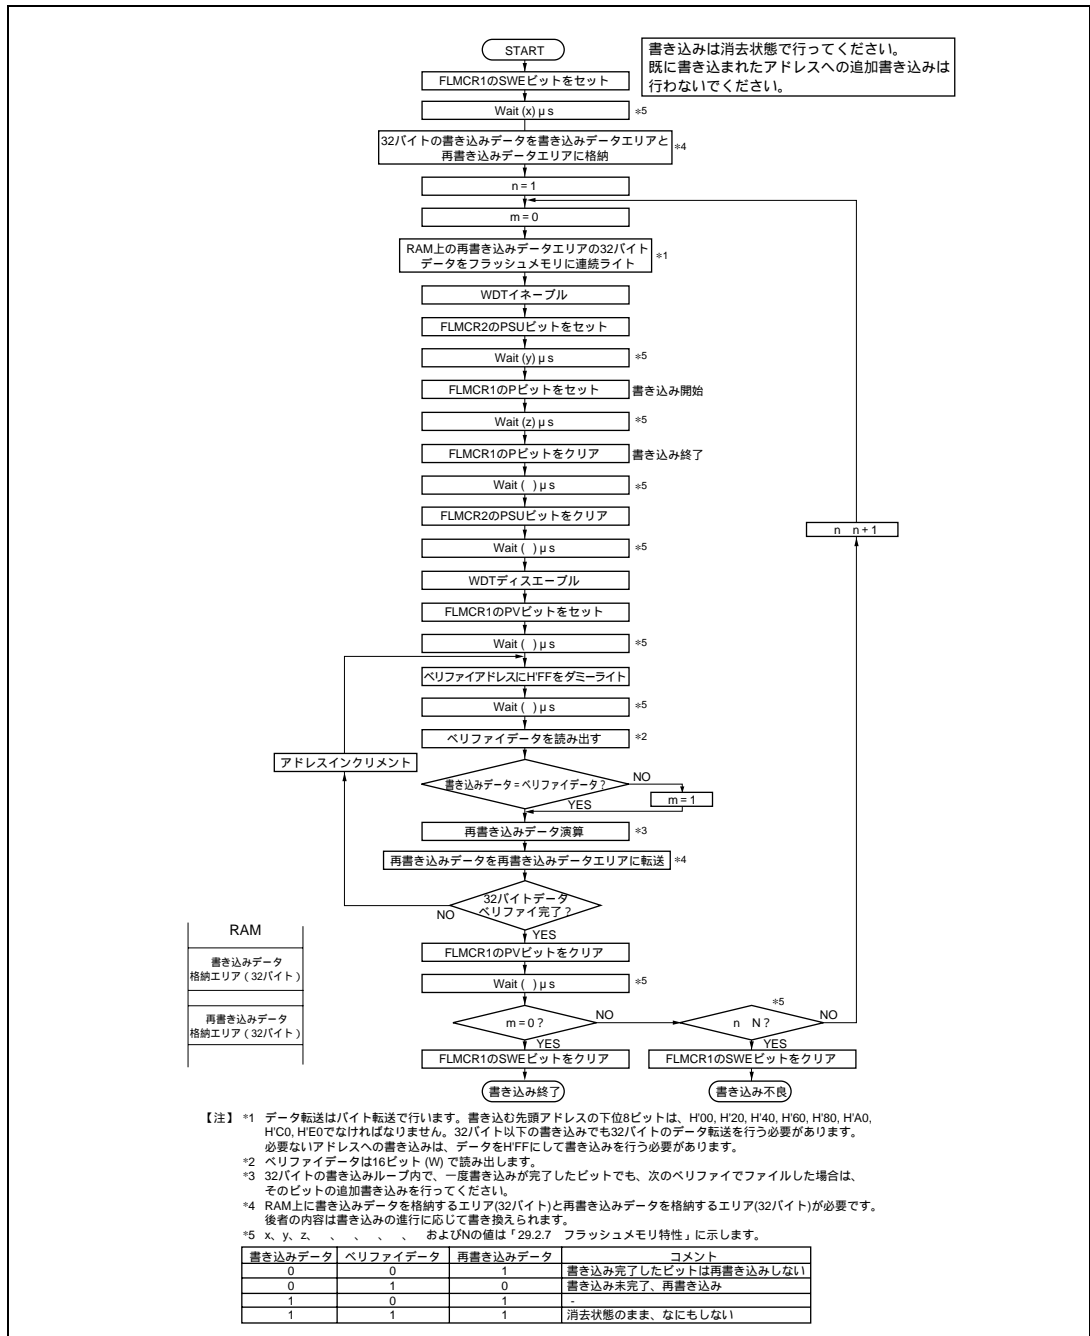

図 7.12 プログラム/プログラムベリファイフロー
フラッシュメモリへのデータ / プログラムの書き込みは、図 7.12 に示すプログラム / プログラムベリファイフローチャートにしたがって行ってください。このフローチャートに沿って書き込み動作を行えば、デバイスへの電圧ストレスやプログラムデータの信頼性を損なうことなく、フラッシュメモリへデータ / プログラムの書き込みを行うことができます。また、1 回の書き込みは、32 バイト単位で行ってください。
一定の書き込み時間経過後、書き込みモードを解除 (FLMCR1 の P ビットを解除後、() μ s 以上の時間が経過してから FLMCR2 の PSU ビットを解除) します。ウォッチドッグタイマを () μ s 以上の時間が経過してから解除し、FLMCR1 の PV ビットをセットすることで、動作モードはプログラムベリファイモードへ遷移します。プログラムベリファイモードでは、リードする前にリードするアドレスにデータ H'FF をダミーライトしてください。ダミーライトは () μ s 以上の時間が経過してから行ってください。この状態でフラッシュメモリをリード (ベリファイデータは 16 ビットで読み出す) するとラッチしたアドレスのデータが読み出されます。このリード動作は、ダミーライト後、() μ s 以上おいてから行ってください。次に書き込みデータとベリファイデータを比較し、再書き込みデータを演算 (図 7.12 参照) し、再書き込みデータを再書き込みデータエリアに転送します。32 バイト分のデータのベリファイが完了後、プログラムベリファイモードを解除し、() μ s 以上の待機時間を置いて、FLMCR1 の SWE ビットを解除してください。再度書き込みが必要な場合は、再度プログラムモードに設定し、同様にプログラム/プログラムベリファイシーケンスを繰り返してください。ただし、同一ビットに対するプログラム/プログラムベリファイシーケンスの繰り返しは、(N) 回を超えないようにしてください。